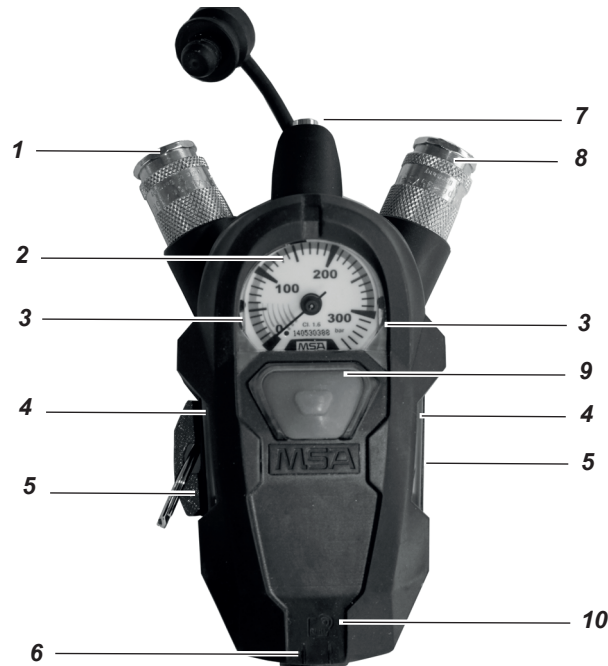

Fig. 1 Panoramica di SingleLine SCOUT
SingleLine SCOUT (vedere Fig. 1) è collegato all'estremità del SingleLine di un appropriato autorespiratore ad aria compressa MSA. È composto, oltre che dal manometro (2), dall'attacco per l'erogatore (8) e da un dispositivo di allarme acustico (7) (fischio di allarme). Quando la pressione della bombola scende al di sotto di  $55 \pm 5$  bar, si attiva un segnale di allarme continuo. La seconda utenza (1) permette il collegamento di un secondo erogatore (ad es. kit di soccorso o RespiHood).